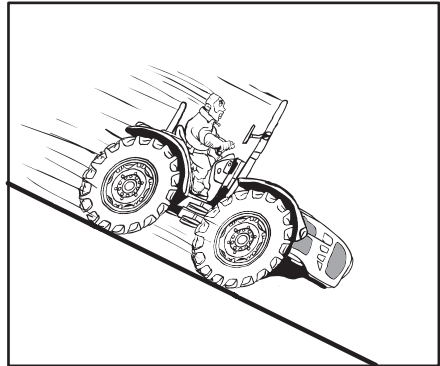

Abb. 2.23
- Vor dem Fahren von Steigungen oder Gefällen einen niedrigen Gang einlegen (Abb. 2.23).